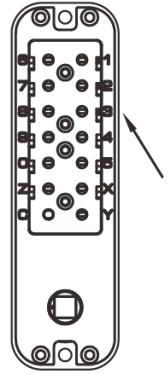

FIG2
1. Wenn man das Passwort vergessen hat, muss man das Schloss von der Tür entfernen und es mithilfe des rechteckigen Passwort-Gucklochs auf der Rückseite des Schlosses suchen, wie in Abbildung 2 dargestellt.